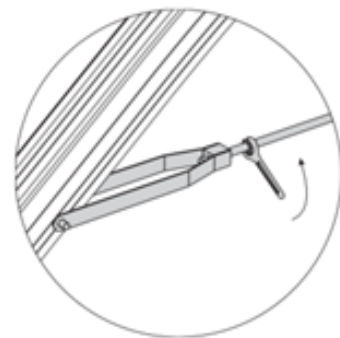

Abb.29
- Zugstange (9.0) mit einem Maulschlüssel SW 17 leicht unter Spannung setzen und die Pavillonhälfte gleichzeitig ausrichten! (Abb.29)